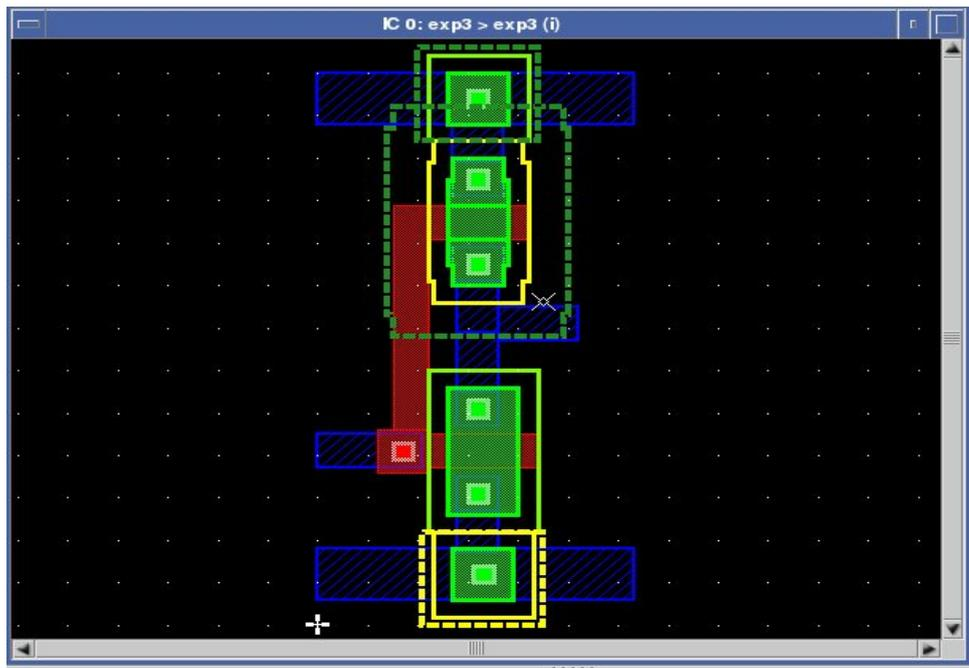

Figura 2. Os transistores posicionados e conectados
Observação. O resultado do posicionamento deve ser equivalente ao da figura 2.
- a) Tendo a Figura 2 como guia, vamos usar a opção automática de desenhar uma linha de interconexão comum entre as duas portas (gates) dos transistores, assim como os seus drenos. Se necessário use a opção *view context* para ver todo o seu leiaute.